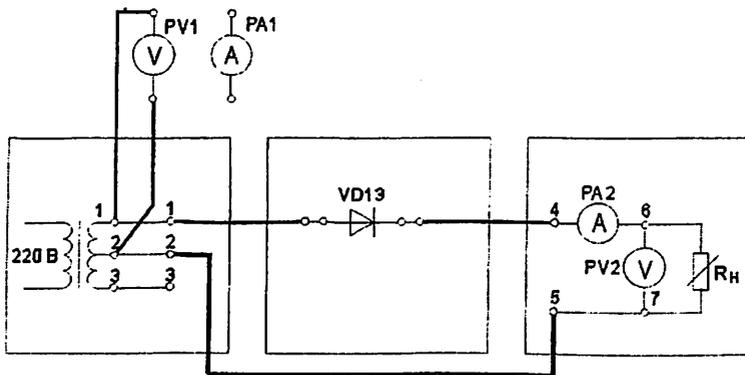

Рис. 1.2. Однофазная однополупериодная схема выпрямления (снятие внешней характеристики выпрямителя)
3. Снять внешнюю характеристику выпрямителя $U_d = f(I_d)$ Собрать схему, приведенную на рис.1.2.